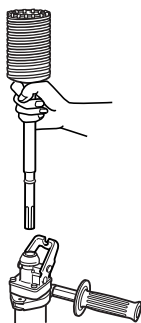
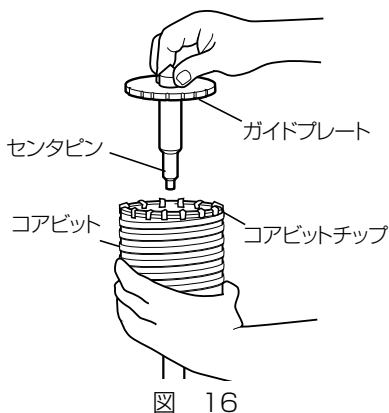

図 15
図 16
- (2) ドリルビット、およびブルポイントの取付けと同様にコアビットシャンクを本機につけます。(図 15)
- (3) ガイドプレートにセンタピンを奥までさし込みます。
- (4) ガイドプレートの凹部をコアビットチップにあわせてはめ込みます。左・右どちらかに回して凹部をずらすと下向きにしても落ちません。(図 16)